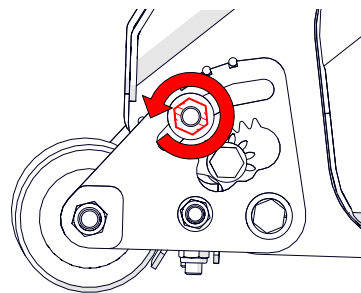

Fig. 8E - Desserrez l'écrou de serrage supérieur du quadrant à rouleaux
6. Desserrez l'écrou de serrage supérieur du quadrant à rouleaux [clé de 19 mm] (Fig. 8E). Répétez l'opération sur le quadrant du côté opposé.